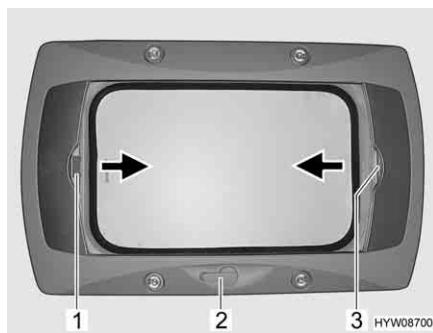

Fig. 65 Oblò a manovella
**Apertura:** ■ Ruotare la manovella (Fig. 65,2) fino a quando non si incontra resistenza.
**Chiusura:** ■ Tirare la tendina oscurante pieghevole per la maniglia (Fig. 65,3) nella direzione della freccia fino alla posizione desiderata e rilasciare. La tendina oscurante pieghevole rimane in questa posizione.
**Chiusura:** ■ Tirare la zanzariera a rullo per la maniglia (Fig. 65,1) nella direzione della freccia verso la maniglia contrapposta della tendina oscurante pieghevole (Fig. 65,3) e farla innestare.
**Apertura:** ■ Tirare la maniglia della zanzariera a rullo (Fig. 65,1) dietro, verso l'alto, e sganciare la zanzariera a rullo dalla tendina oscurante pieghevole (Fig. 65,3).